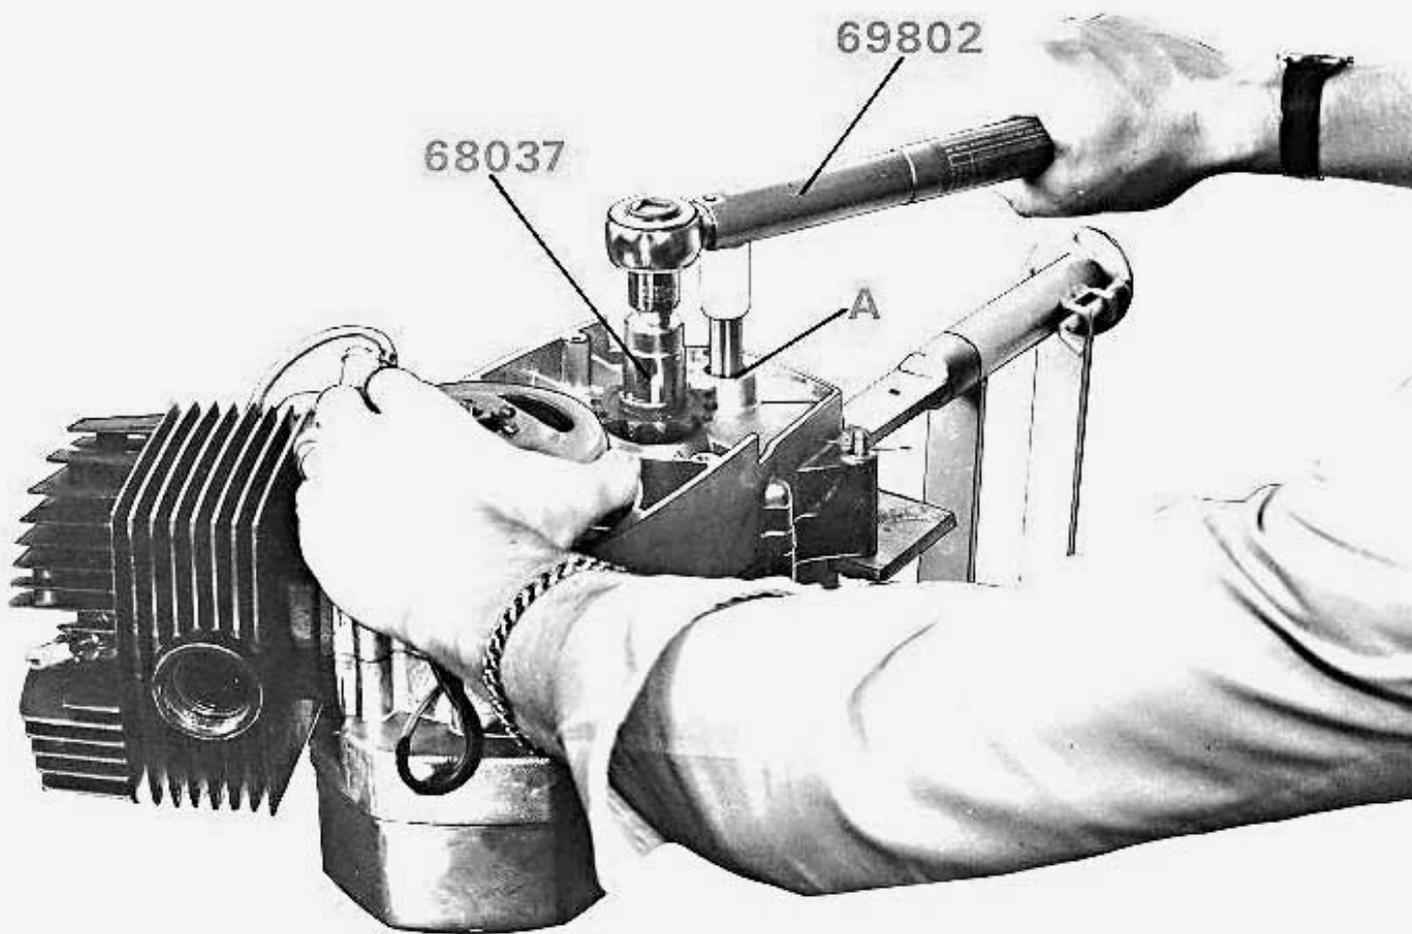

Figure 9
- Rabattre le frein d'écrou et dévisser l'écrou de 24 sur plat avec une clé à pipe de 24 ou clé dynamométrique n° 69802 équipée du réducteur de la douille de 24 n° 68037, en immobilisant le rotor avec une main (figure 9).